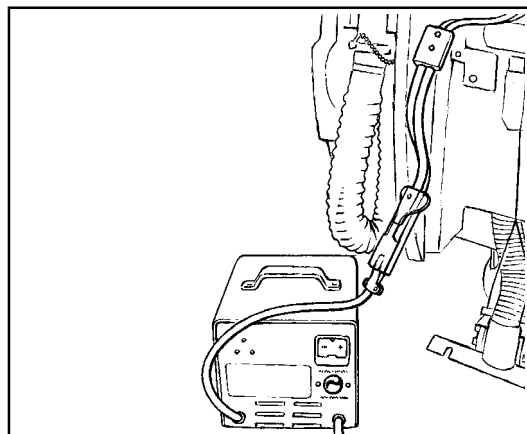

Abb. 14B
5. Verbinden Sie die Gleichstromverbindungsklemme am Ladegerät mit der Verbindungsklemme der Batterieeinheit. Siehe Abb. 14B.